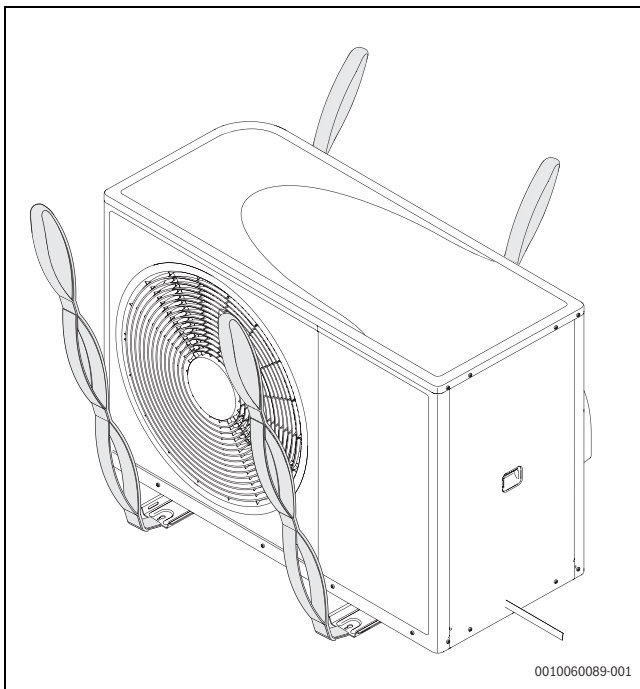

Bild 17 Beim Transportieren der Wärmepumpe ohne Verpackung die Gurte verwenden
- Achtung! Die Wärmepumpe ist auf der Kompressorseite schwerer (→ Bild 17).